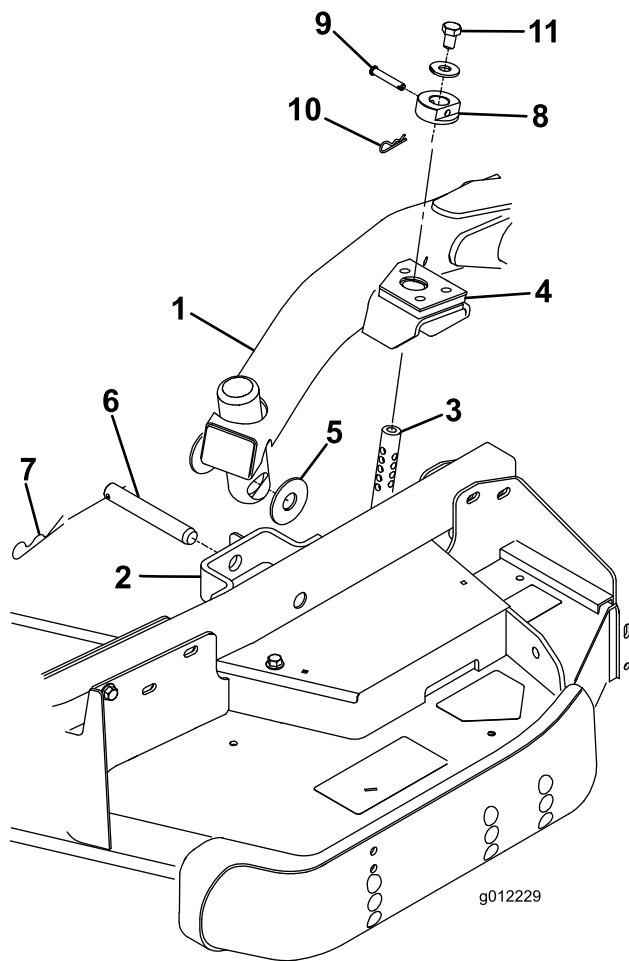

Figura 4
2. Portate la leva di sollevamento in posizione FLOAT. Spingete verso il basso un braccio di sollevamento fino a quando i suoi fori non si trovano allineati ai fori della staffa del braccio della ruota orientabile e l'asta dell'altezza di taglio può essere inserita nei pattini del braccio di sollevamento (Figura 4).
3. Fissate il braccio di sollevamento al braccio della ruota orientabile con 2 rondelle di spinta, un perno con testa e una coppiglia grande. Posizionate le rondelle di spinta tra il braccio di sollevamento e la staffa del braccio della ruota orientabile (Figura 4). Inserite l'estremità della coppiglia nell'apposito intaglio di ritegno presente sulla linguetta del braccio della ruota orientabile.
testa e le coppiglie piccole (Figura 4). La testa del perno deve essere rivolta verso la parte anteriore dell'apparato di taglio.
8. Montate un bullone ( $\frac{1}{2}$ " x  $\frac{3}{4}$ ") e una rondella sulla sommità di ogni asta dell'altezza di taglio (Figura 4).